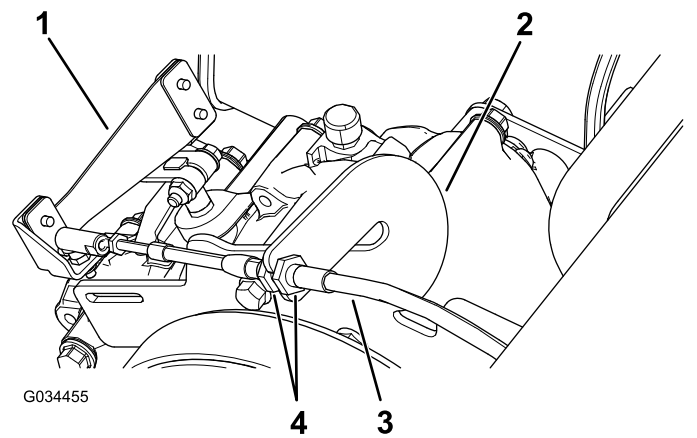

Figura 59
1. Afloje las contratuercas del cable de la palanca de cambios y ajústelas cuanto sea necesario (Figura 59).
2. Pruebe la posición de la palanca de cambios girando el selector a las 3 posiciones distintas y compruebe si la palanca (Figura 59) cambia correctamente al cambiar de marcha; consulte Palanca de cambios e indicador de cambio de marcha (página 14).